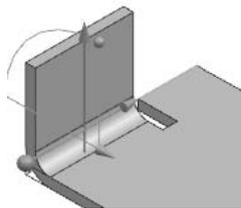

图 5.12 在端点
- 在端点 选项: 将弯边特征放置在选定的直边的端点位置,然后以此端点为起点拉伸弯边的宽度,如图 5.12 所示。